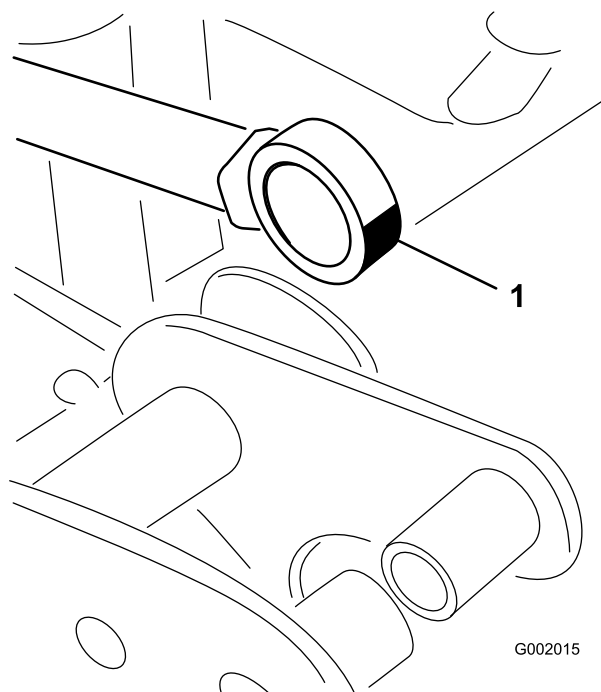

Figura 37
5. Manipule el extremo del cojinete del émbolo del actuador y aplique grasa al cojinete (Figura 37). Limpie cualquier exceso de grasa.